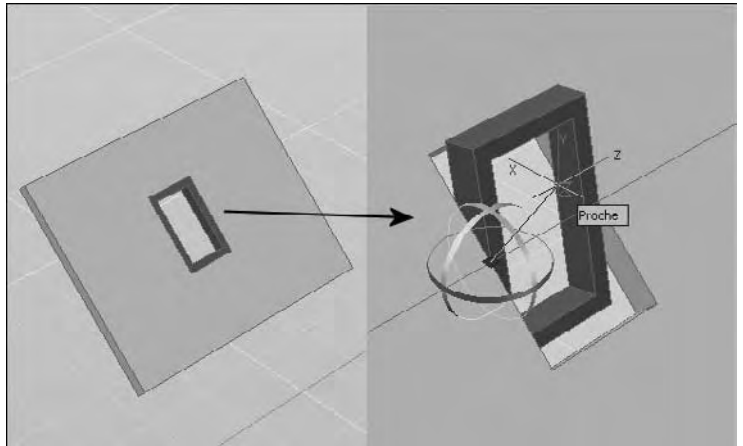

Fig.7.33
- 7 Cliquez ou entrez une valeur pour spécifier l'angle de rotation (fig.7.33).